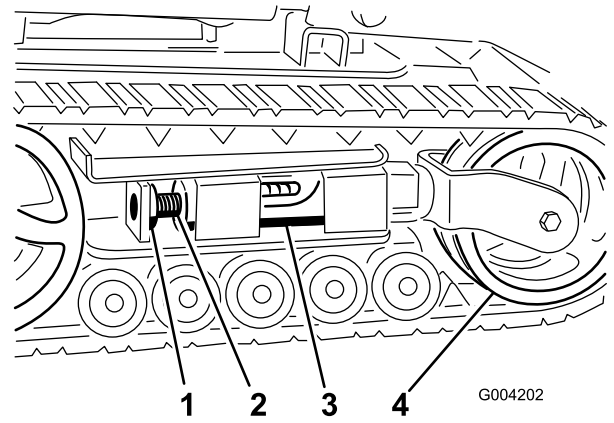
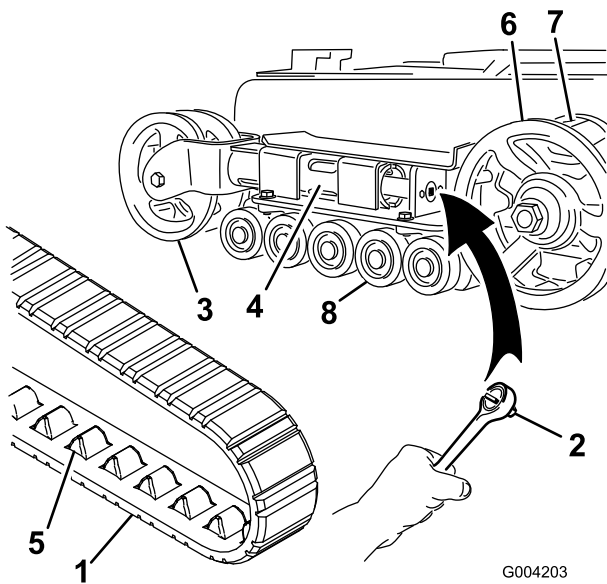
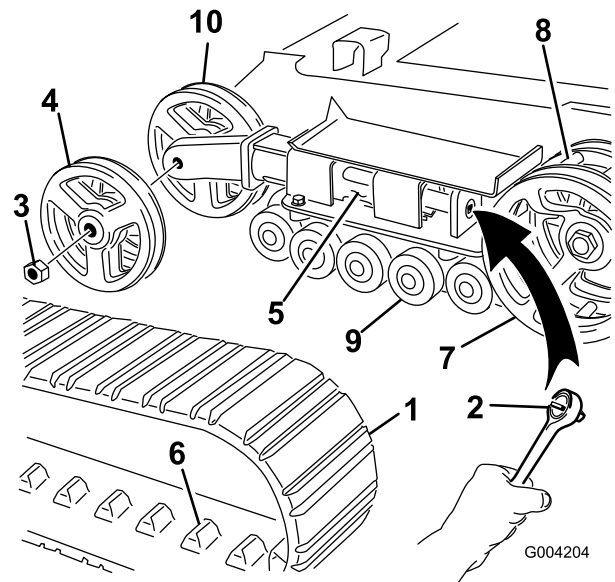

Bild 47
Bild 48
Bild 49
4. Entfernen Sie die Befestigungsschraube und Mutter (Bild 47).
6. Richten Sie die am nächsten liegende Kerbe in der Spanschraube mit dem Loch der Befestigungsschraube aus und befestigen Sie die Schraube mit der Befestigungsschraube und Mutter (Bild 47).
Hinweis: Sie haben Schmalspurketten, wenn die vorderen Spannräder an der Innenseite einer Gabel am Ende des Spannsrohrs montiert sind (Bild 48).
5. Lösen Sie die Antriebsspannung mit einer Ratsche (1/2"), indem Sie die Spanschraube nach rechts drehen (Bild 47 und Bild 48).
- Drücken Sie das Spannrad zur Rückseite der Maschine, um den Druckschlauch gegen den Rahmen zu bewegen (Bild 48).
- Wenn Sie die Kette vom Spannrad entfernt haben, entfernen Sie sie auch vom Antriebsrad und den Straßenrädern (Bild 48).
- Legen Sie die neue Kette, beginnend beim Antriebsrad, um das Rad und stellen Sie sicher, dass die Stollen an der Kette zwischen die Zahnräder am Kettenrad passen (Bild 48).
- Drücken Sie die Kette unter und zwischen die Straßenräder (Bild 48).
Hinweis: Sie haben Breitspurketten, wenn die vorderen Spannungsräder an der Seite am Ende des Spannungsrohrs montiert sind (Bild 49).
- Entfernen Sie die Befestigungsschraube und Mutter (Bild 47).
- Lösen Sie die Antriebsspannung mit einer Ratsche (1/2"), indem Sie die Spannschraube nach rechts drehen (Bild 47 und Bild 49).
- Drücken Sie das Spannrad zur Rückseite der Maschine, um den Druckschlauch gegen den Rahmen zu bewegen (Bild 49).
7. Nehmen Sie die Mutter ab, mit der das äußere Spannrad befestigt ist. Nehmen Sie das Rad ab (Bild 49).
8. Nehmen Sie die Kette ab (Bild 49).
9. Nehmen Sie die Mutter ab, mit der das innere Spannrad befestigt ist. Nehmen Sie das Rad ab (Bild 49).
13. Setzen Sie das innere Spannrad ein und befestigen Sie es mit der vorher abgenommenen Mutter (Bild 49).
15. Montieren Sie die neue Kette. Achten Sie darauf, dass die Stollen in der Kette zwischen die Zahnräder in der Mitte des Antriebsrads passen (Bild 49).
16. Setzen Sie das äußere Spannrad ein und befestigen Sie es mit der vorher abgenommenen Mutter (Bild 49).
6. Setzen Sie die eingefettete Straßenradkappe auf den Schraubenkopf (Bild 48).
7. Befestigen Sie die Straßenradkappe mit dem Sprengring (Bild 48).